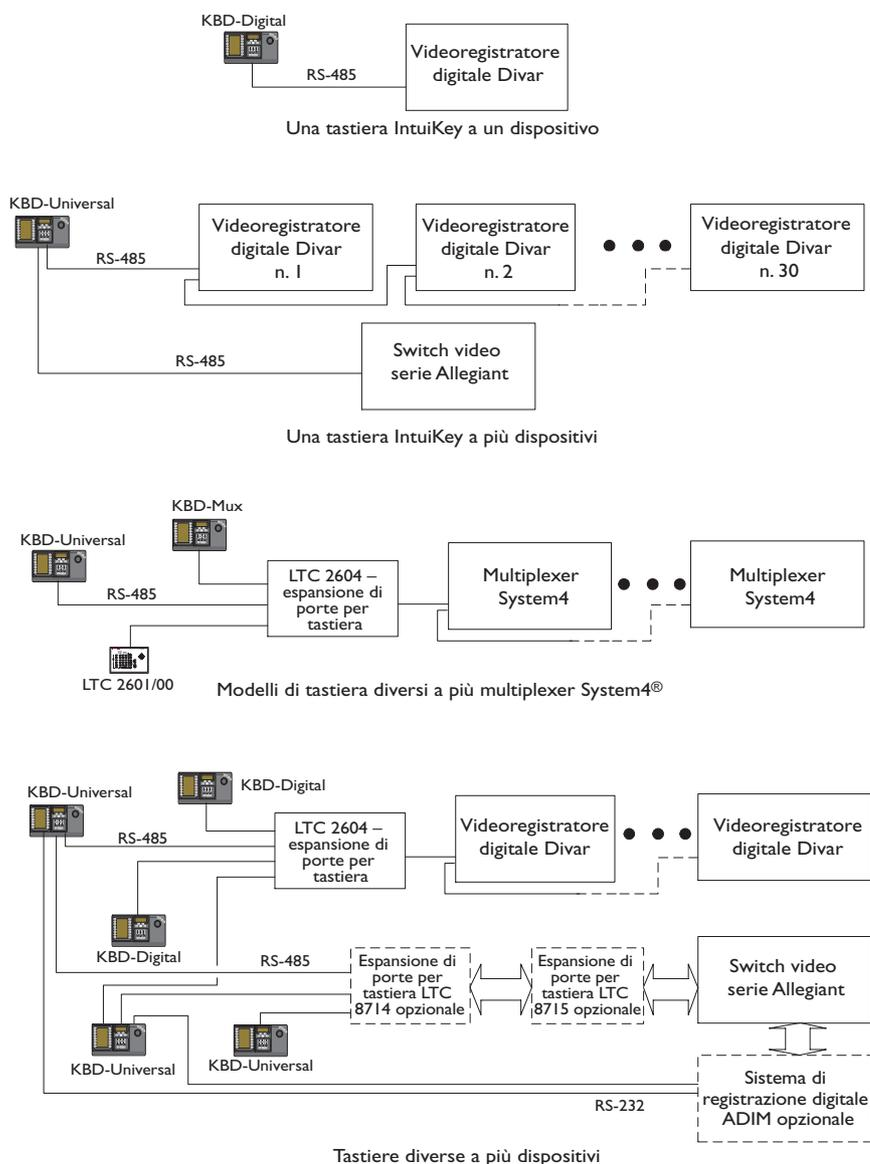

FIGURA 2-1 Configurazioni di base del sistema IntuiKey
La tastiera IntuiKey è in grado di controllare simultaneamente fino a trenta (30) multiplexer/DVR e un (1) selettore video. Vedere la FIGURA 2-1 per lo schema di una configurazione di base del sistema IntuiKey con questi componenti. Se si deve collegare più di una tastiera IntuiKey a un unico multiplexer o a gruppo di multiplexer collegati a “margherita”, è necessario aggiungere un’unità di espansione multiporte per tastiera.